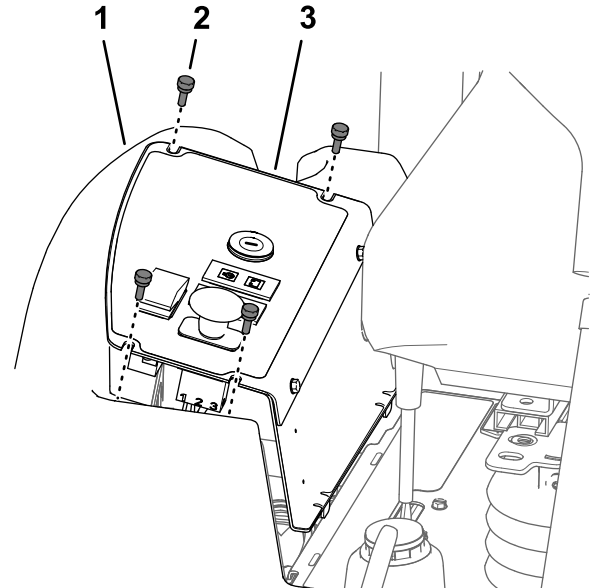

Figura 52
1. Retire os 4 parafusos que fixam a placa de controlo ao depósito de combustível (Figura 52).
2. Levante a placa do painel de controlo (Figura 52).
3. Alinhe as ranhuras no topo da placa do painel de controlo com os orifícios na flange do depósito de combustível (Figura 52).
4. Monte a placa do painel de controlo na flange do depósito de combustível com os quatro parafusos (Figura 52) que removeu no passo 1 de Remoção da placa do painel de controlo \(página 54\).